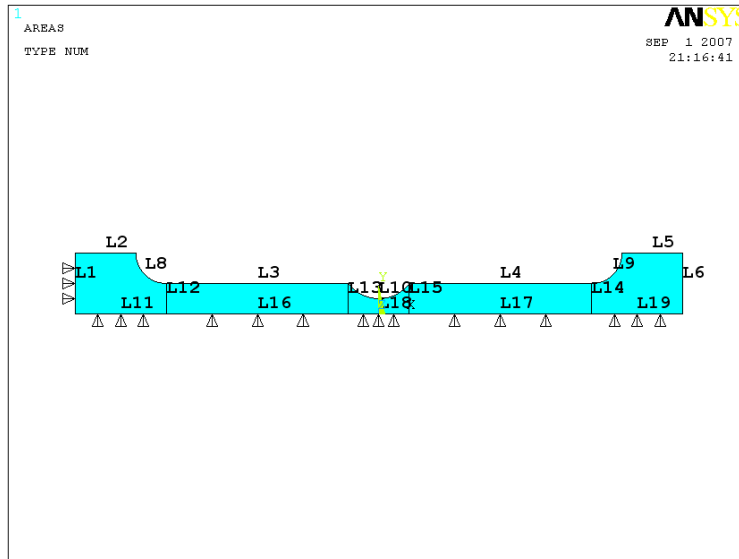

Рисунок 34. Результат выполнения шага 5
- Нажимаем кнопку **OK** (Рисунок 34).